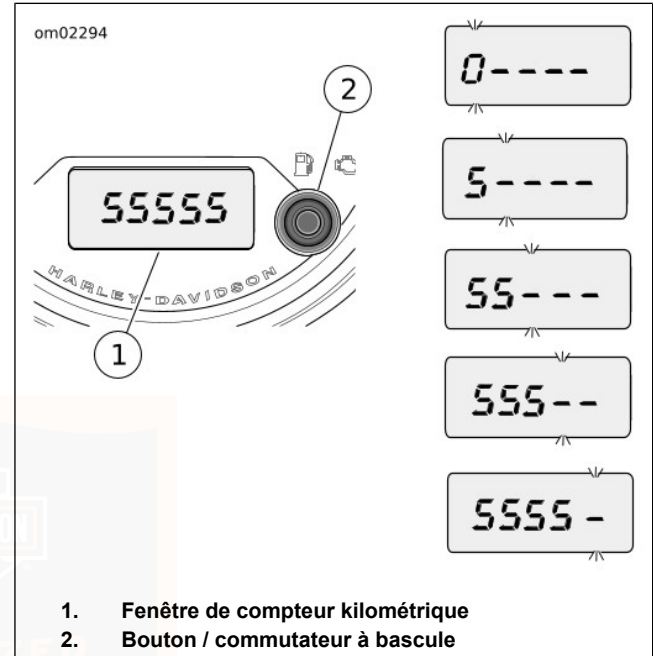

Figure 17. Saisie du PIN (exemple de PIN illustré)
1. Voir Figure 17. Lorsque le témoin de sécurité clignote, mettre l'interrupteur d'allumage en position d'allumage (IGNITION). La fenêtre du compteur kilométrique affiche Entrer le PIN (ENTER PIN).